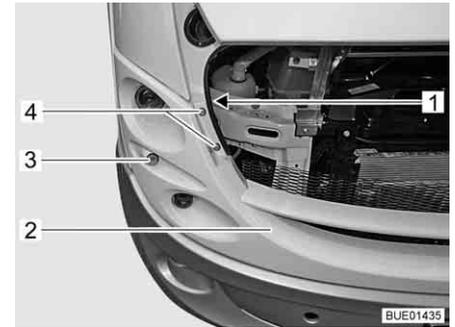

Fig. 260 Parte delantera de plástico con lámparas
- Soltar y desmontar el tornillo (Fig. 260,1) junto con la arandela.
- Tirar la parte delantera de plástico (Fig. 260,2) con precaución un poco hacia delante, hasta tener acceso a la caja de la luz.
- Sacar la caja de la luz de la luz de estacionamiento (Fig. 260,3) junto con la lámpara.